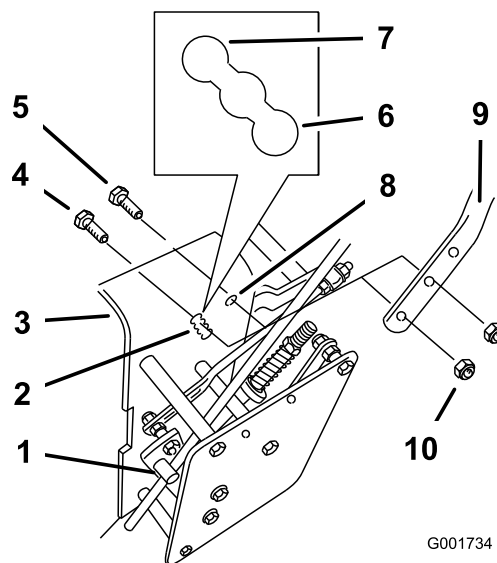

Figure 23
- Desserrez les boulons à embase supérieurs (3/8 x 1-1/4 po) et l'écrou à embase de fixation de la poignée au cadre arrière (Figure 23).
- Enlevez les boulons à embase inférieurs (3/8 x 1 po) et les écrous à embase de fixation de la poignée au cadre arrière (Figure 23).
- Ajustez la longueur de la tige de commande en la tournant dans sa fixation (Figure 23).